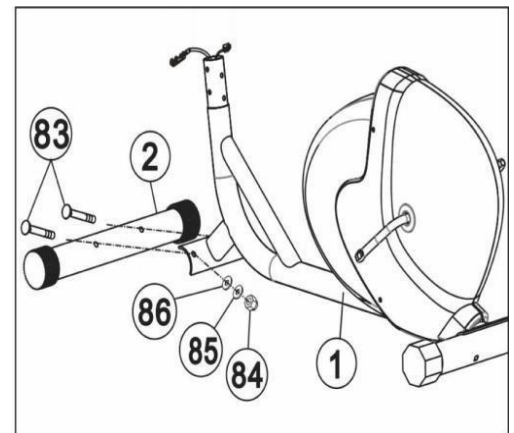

Figure 2
Befestigen Sie den vorderen Stabilisator (2) mit zwei Sätzen M8×20-Schrauben (84), $\Phi 8$ -Federscheiben (86) und $\Phi 8$ -Unterlegscheiben (85) am Hauptrahmen (1). (Siehe Abbildung 2)